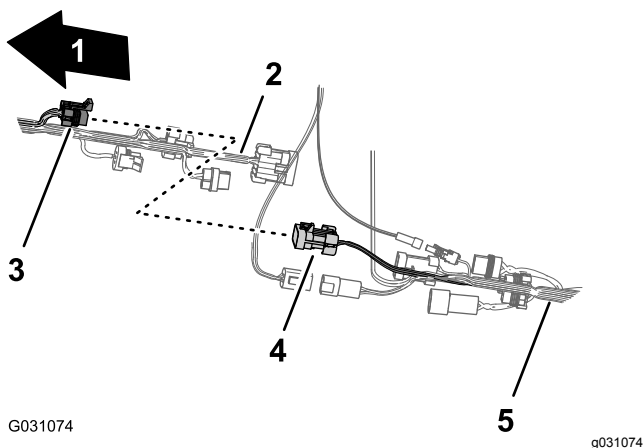

Figura 88
2. Conecte el conector hembra de 10 vías de interconexión del arnés delantero al conector de 10 pines de interconexión del arnés trasero (Figura 88).